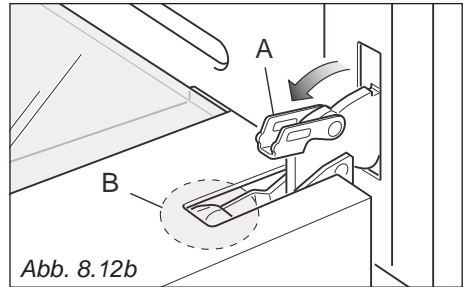
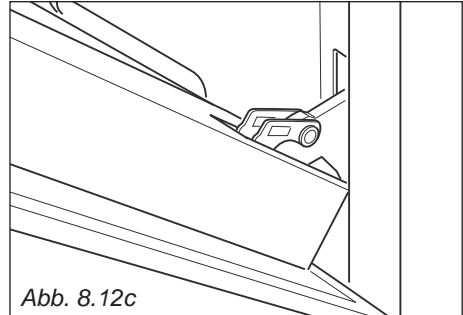

Abb. 8.12b
Abb. 8.12c
- Den Hebel "A" des rechten und des linken Scharniers vollkommen öffnen (Abb. 8.12b).
- Die Tür langsam schließen (Abb. 8.12b) bis die Hebel "A" des rechten und des linken Scharniers aus dem Teil "B" der Tür ausrasten (Abb. 8.12c).
1. Stellen Sie sicher, dass die Tür offen und festgesetzt ist (vgl. Abb. 8.12c).